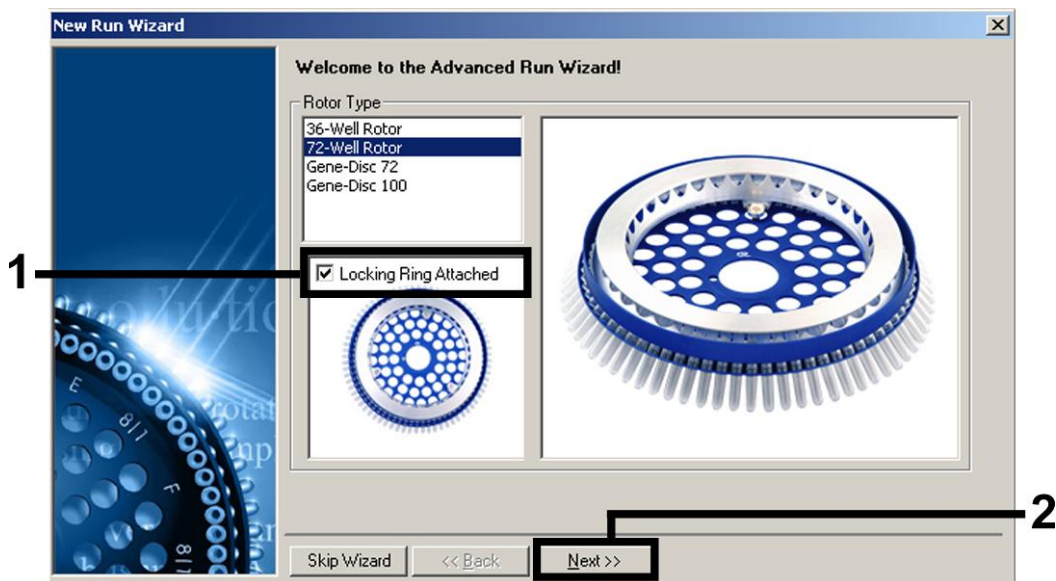

Figure 1. Boîte de dialogue « New Run Wizard ».
3. Ouvrir la boîte de dialogue « New Run Wizard » (Assistant de réalisation d'un nouveau cycle) (figure 1). Cocher la case « Locking Ring Attached » (Anneau de blocage posé) et cliquer sur « Next » (Suivant).